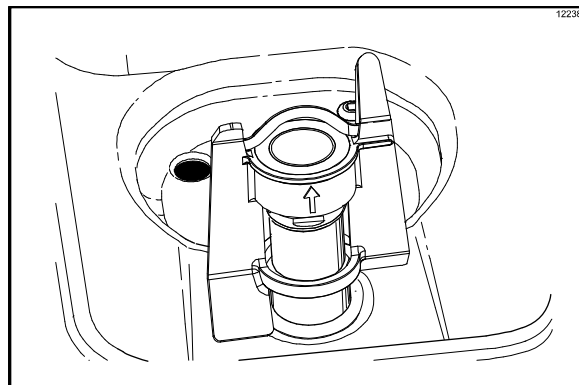

Рисунок 164
11. Установите перемешиватель на корпус приводного вала перемешивателя. (См. рис. 164)